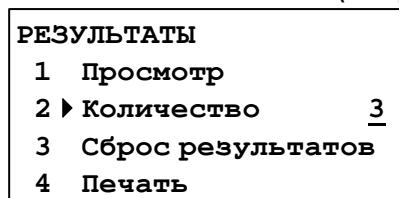

Рисунок 21
4.6.2.2 При этом пенетрометр переходит в режим ввода количества испытаний. С помощью клавиш «▲», «▼» необходимо ввести количество испытаний (см. рисунок 21).